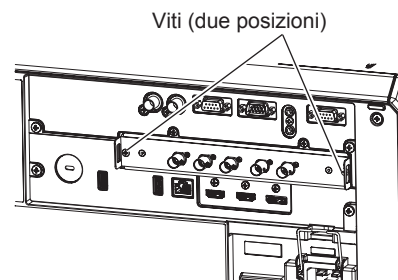

Fig. 3
**3) Fissare la scheda funzione. (Fig. 3)**